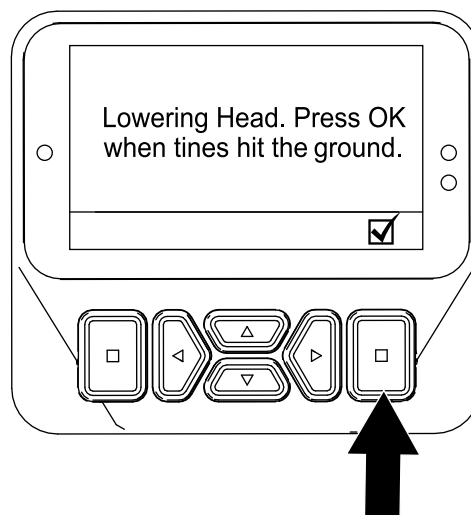

図 64
6. いずれかのタインが地面に触れたら、「ヘッド下降」画面の選択ボタンを押す (図 64)。